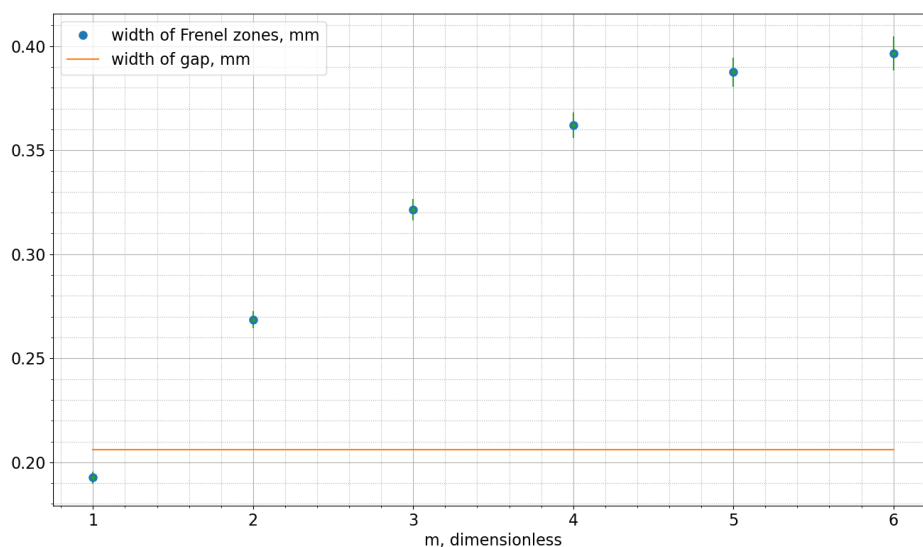

Рис. 2: график зависимости $2x_n = f(n)$
3. Сравним размер зон Френеля с измеренной шириной $b = 206$ мкм щели S_2 . Для этого рассчитаем величину $2z_m = 2\sqrt{am\lambda}$ ($\lambda = 546.1$ нм) и построим график зависимости $2x_n = f(n)$ (рис. 2)